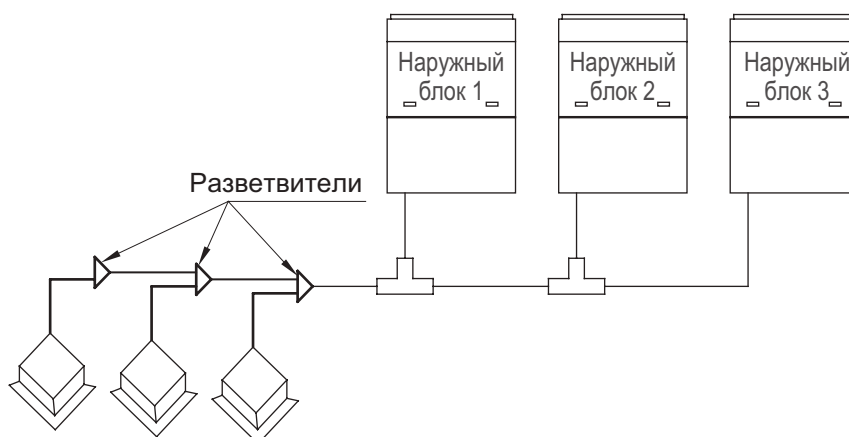

Рис. 7.6.
7.3.3.1. Для развода фреоновых труб от наружного блока или модуля к внутренним блокам применяются специальные тройники типа FQ – разветвители (рефнетты) (рис. 7.6.).